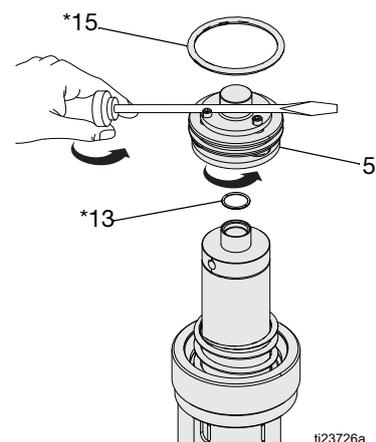

FIG. 12: Válvula de ar Série B
4. **Série B (e Motores pneumáticos posteriores):** Desaperte a válvula de ar (5). Se necessário, para ajudar a rodar, insira uma lâmina de chave de fendas entre as cabeças dos parafusos e a tampa hexagonal da válvula de ar (5). Inspeccione os o-rings (13* e 15*) quanto a danos e substitua-os se necessário. Certifique-se de que o o-ring (13*) está corretamente posicionado e não está comprimido. Consulte a FIG. 12.
NOTA: Consulte **Reparar o motor pneumático**, página 15, passo 4 e passo 5 (FIG. 12) para notas especiais sobre a remontagem.